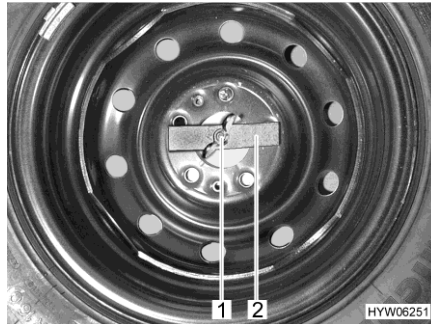

Fig. 244 Roue de secours dans le coffre arrière
- Desserrer l'écrou papillon (Fig. 244,1) à la main et le dévisser.
- Retirer la pièce de pression (Fig. 244,2).